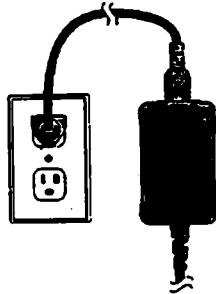

Figura 4.2 Enchufe la fuente de alimentación de corriente alterna.
1. Enchufe el cable de alimentación de corriente alterna a una toma de corriente alterna (Figura 4.2). Un indicador luminoso verde indica que está recibiendo alimentación eléctrica.